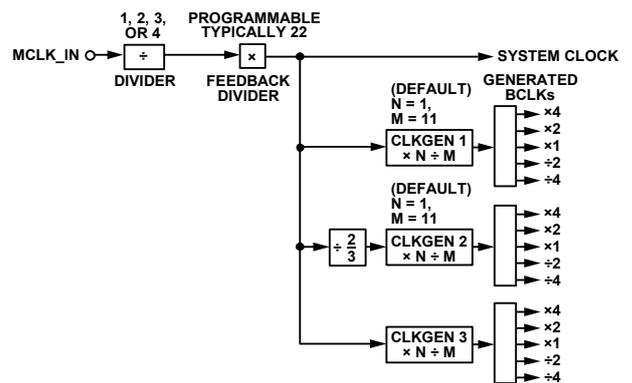

図 16. PLL とマスタ・クロック・ジェネレータのブロック図
クロック・ジェネレータ 1 とクロック・ジェネレータ 2 の整数分子 (N) と整数分母 (M) は、それぞれ 9 ビット長です。クロック・ジェネレータ 3 の N と M はそれぞれ 16 ビット長で、任意のクロック周波数を生成する場合に、より高い精度を実現できます。PLL とクロック・ジェネレータの基本的なブロック図を図 16 に示します。